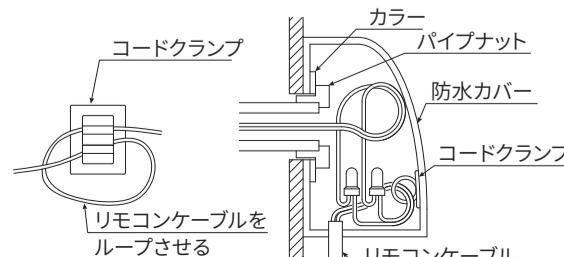

図4
- リモコンの外周（図4・5）および防水カバーの外周（図12）のコーキング（壁内部への水の浸入の防止）を行ってください。
- リモコン外周を必ず全周コーキングしてください。（図4・5・6）
- 裏面パッキンの剥離紙をはがし、図4の指定位置にコーキングします。（図4・5・6）